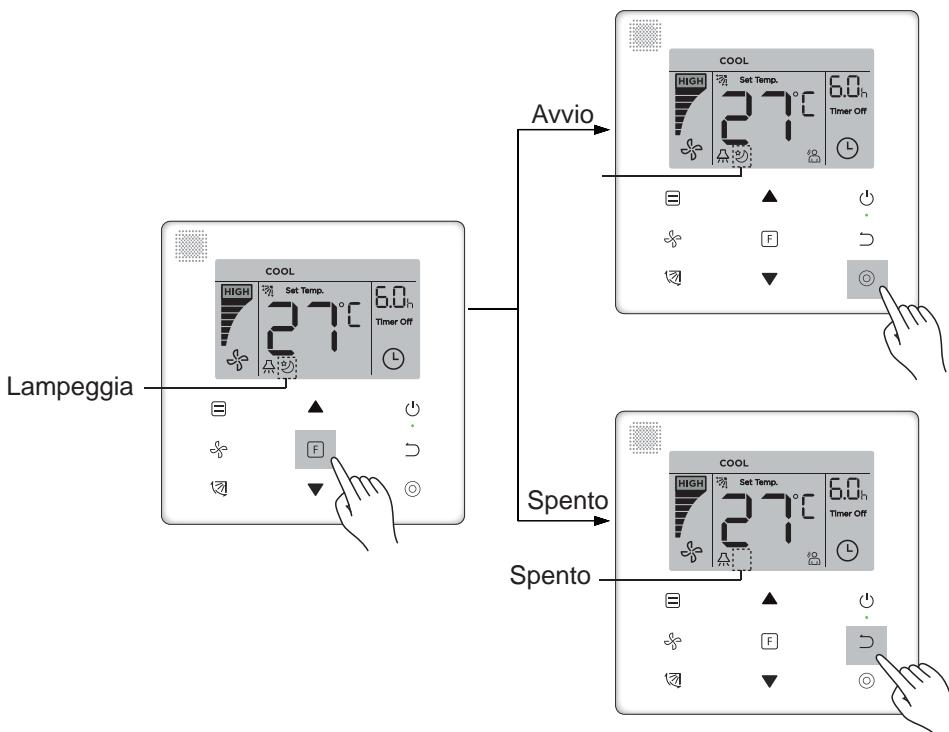

Figura 6.12
- Attivazione/disattivazione della funzione "**Silent**": premere il pulsante  (Function) più volte, fino a selezionare la funzione "**Silent**" (l'indicatore " (Confirm) per attivare la funzione, oppure il pulsante  (Cancel) per disattivare la funzione (vedi Figura 6.12).